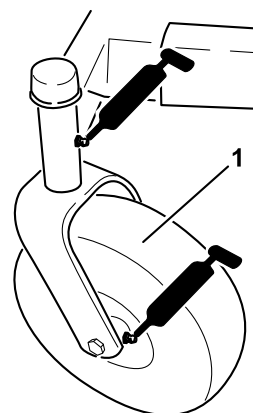
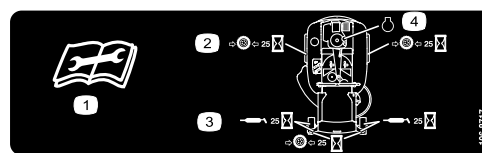

Bild 23
Bild 24
3. Reinigen Sie die Schmiernippel (Bild 23 und Bild 24) mit einem Lappen. Kratzen Sie bei Bedarf Farbe vorne von den Nippeln ab.